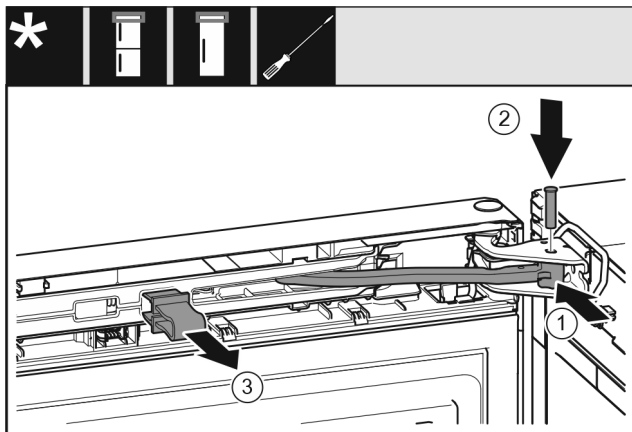

Fig. 48
- ▶ Поверните шарнир в опорном кронштейне. Fig. 48 (1)
- ▶ Вставьте палец в опорный кронштейн и шарнир. При этом следите за тем, чтобы выступ фиксатора занимал правильное положение в пазу. Fig. 48 (2)
- ▶ Снимите предохранитель. Fig. 48 (3)